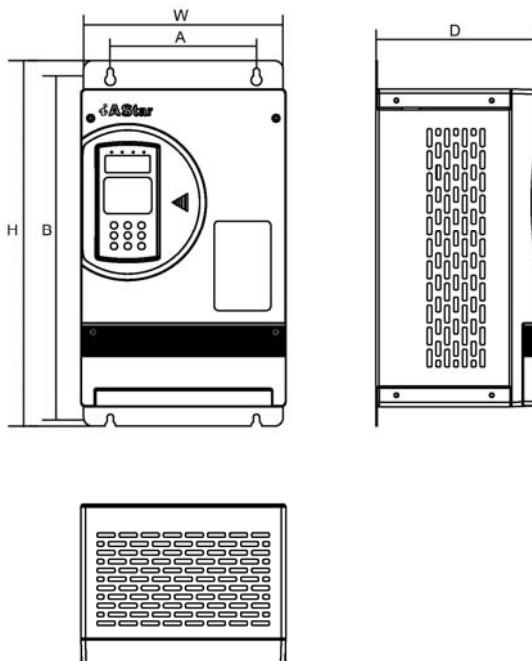

图 2.1 变频器的安装尺寸和质量
变频器的安装尺寸和质量见图 2.1 和表 2.3。
- 确定变频器的 4 个安装孔，参考图 2.1 变频器的安装尺寸和质量；先安上部的 2 个螺钉，注意，不用拧紧，要留有几毫米的空隙；